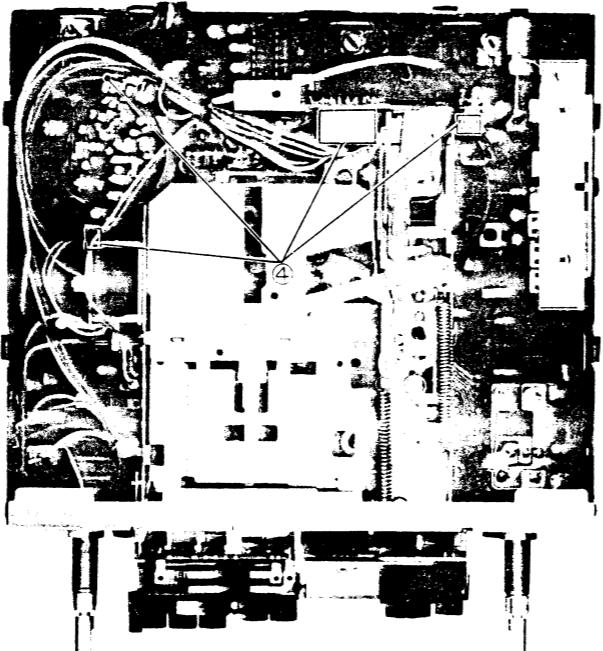

Figure 5-3
- (4) Remove the three sockets and disconnect the lead soldered on the motor PWB. Then the mechanism can be taken out. (See figure 5-3).
- (4) Die drei Steckbuchsen abtrennen, und das Zuleitungskabel zur Motorenleiterplatte (angelötet) entsprechend ablöten. Die Mechanismuseinheit kann dann herausgenommen werden. (Siehe Abbildung 5-3)
(Voir la Figure 5-3).